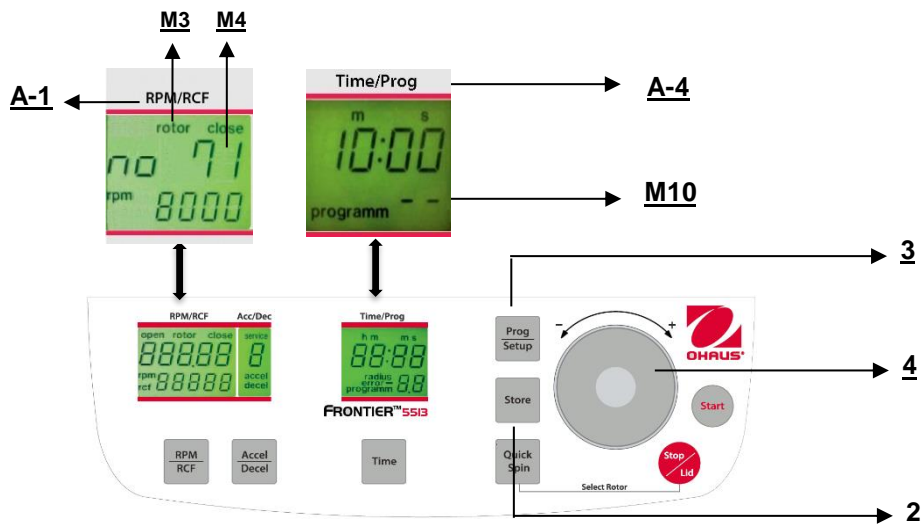

Figure. 23
Pour rappeler des programmes mémorisés, appuyer sur la touche "**Prog/Setup**" (3) (voir la figure 23) alors que le couvercle est déjà fermé. Sur l'affichage "**Time/Prog**" (A-4), le mot "**programm -**" (M10) apparaît. Le numéro de programme désiré peut être présélectionné avec le cadran de réglage (4).
Pour quitter le mode de programmation, appuyer simplement sur la touche "**Prog/Setup**" (3) (voir la figure 23). Sur l'affichage "**Time/Prog**" (A-4), le mot "**programm**"(M10) apparaîtra.